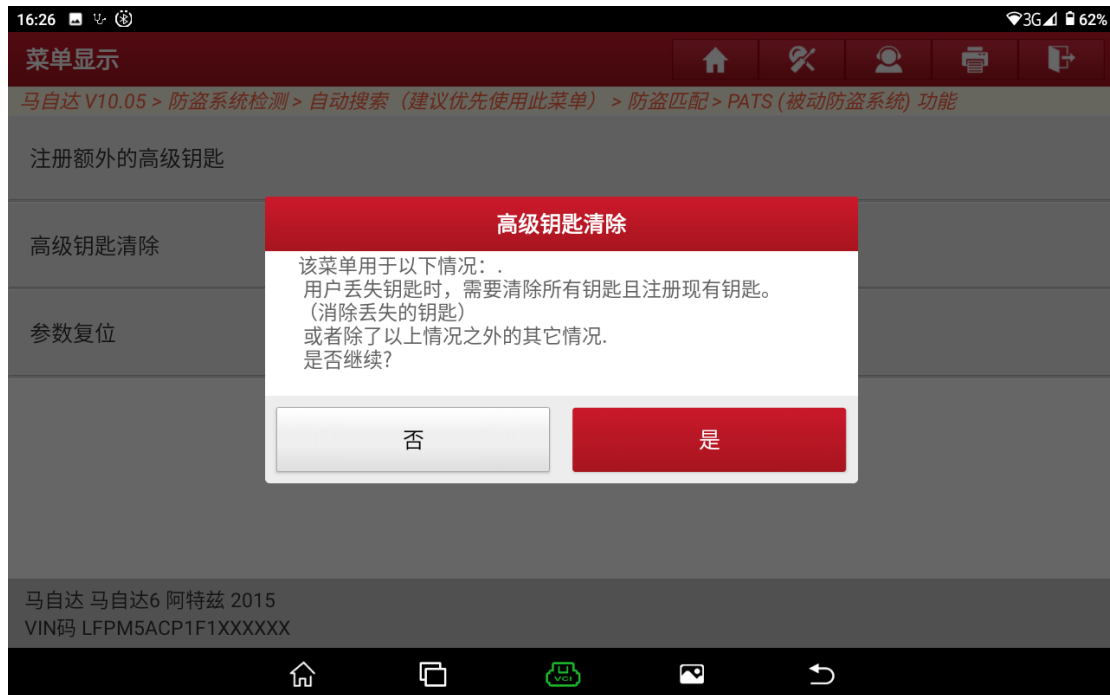

图 15
13. 提示执行该功能条件, 选择“否”退出功能, 选择“是”进入下一步(图 15);